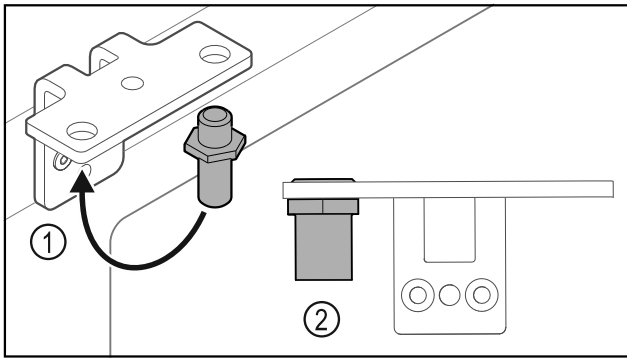

Fig. 22
- Bolzen Fig. 22 (1) im Scharnierwinkel umsetzen.
- Bolzen Fig. 22 (2) mit **Drehmoment von 12 Nm** anziehen.